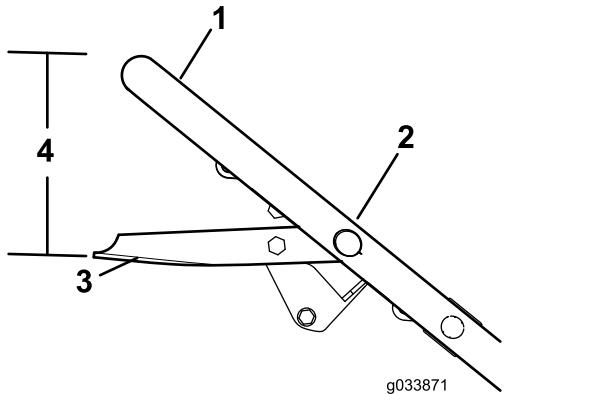

Figura 31
3. Sostenga la barra de control de las cuchillas a 19 cm (7⁵/₈") desde la parte superior del manillar como se muestra en Figura 31.